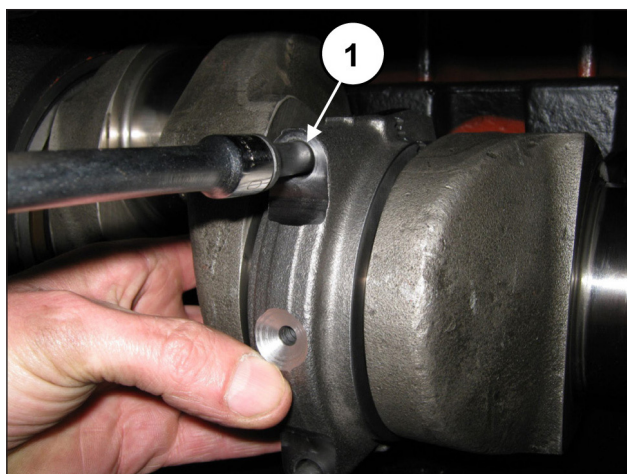

Fig. 70
Fijar los sombreretes a las semibielas con los tornillos M10x1,5x80 (pos. ①, Fig. 70).